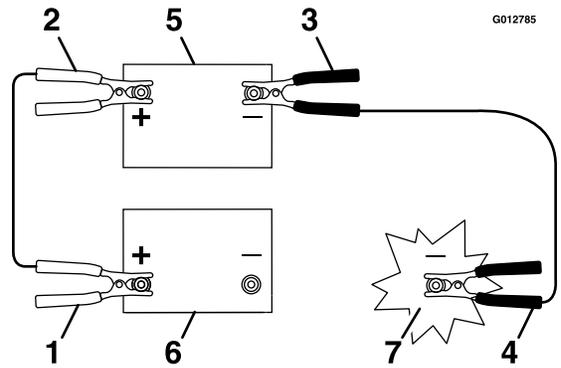

图50
3. 将正极 (+) 接线连接至缺电电池的正极 (+) 端子，而缺电电池与启动马达或螺线管相连，如图 50 中所示。